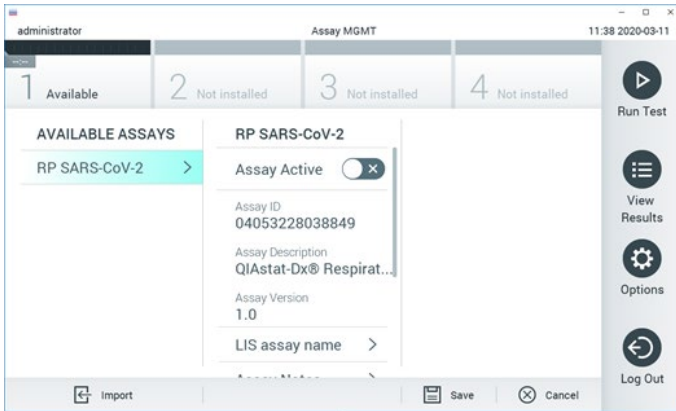

Figure 89. Écran Assay management (Gestion du dosage).
2. Appuyez sur le bouton Options puis sélectionnez Assay Management (Gestion du dosage). L'écran Assay Management (Gestion du dosage) s'ouvre dans la zone de contenu de l'affichage (figure 89).